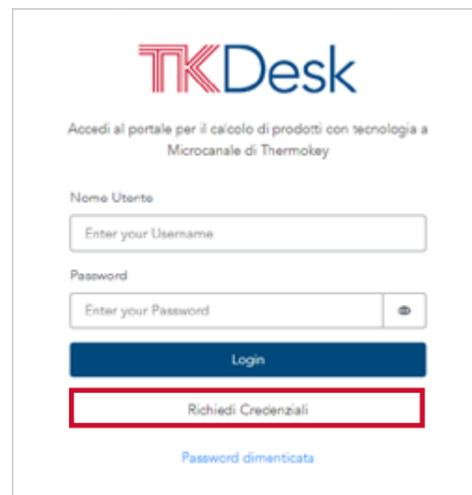

Figura 1 - Cliccare in basso su richiedi credenziali
1. Dalla pagina principale <https://tkdesk.thermokey.com> l'utente potrà selezionare il pulsante "richiedi credenziali" posizionato sotto al pulsante blu di login (Figura 1).